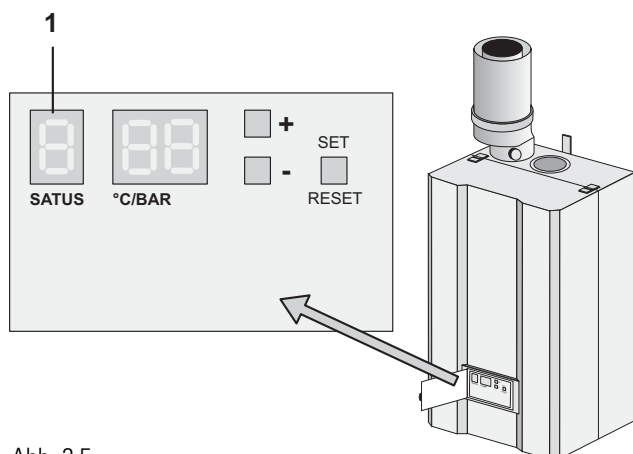

Abb. 3.5
Um die gute Funktion des Geräts gewährleisten zu können, müssen Phasen- und Nulleiter korrekt angeschlossen sein. Erscheint im Display (1) (Abb. 3.5) der Buchstabe U, muß geprüft werden, ob Phase Null nicht vertauscht wurde, notfalls neu anschließen.